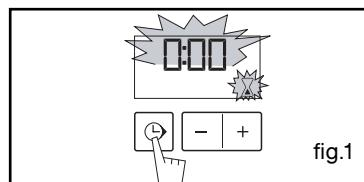

fig.1
- Prima a tecla “” (fig.1) até que o símbolo do temporizador pisque  → 0.00 e uma pequena ampulheta piscam.